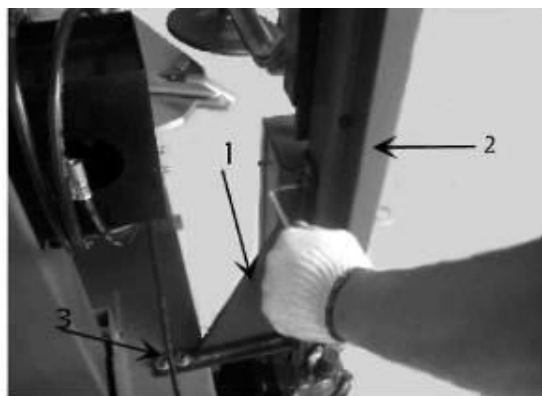

Рис. 33
6.1.5 Используйте фиксирующий опорный кронштейн (рис. 33), чтобы соединить кронштейн корпуса с корпусом, вставьте винт для фиксации.